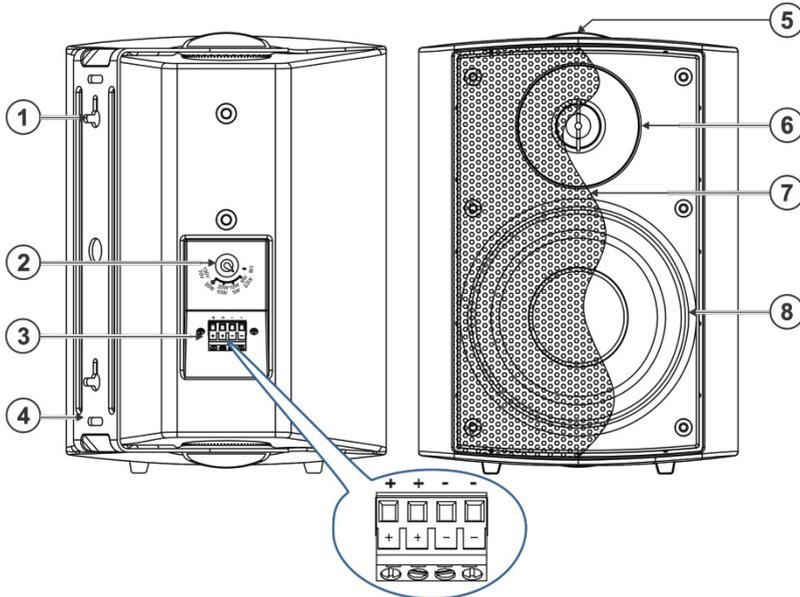

Рис. 1. Громкоговоритель Yarden 5-0
5. Подсоедините к паре клемм «+» и «-» на задней панели (см. рис. 1) провода в следующем порядке: